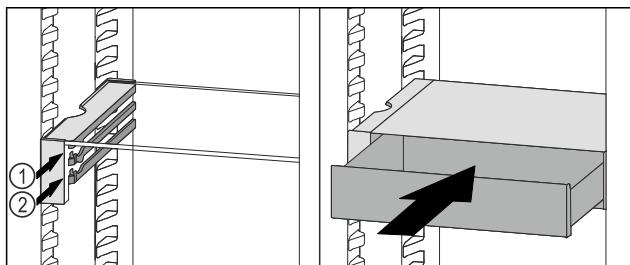

Fig. 149
- ▶ Установите выдвижной ящик VarioSafe за стопоры на требуемый выступ Fig. 149 (1) или Fig. 149 (2).